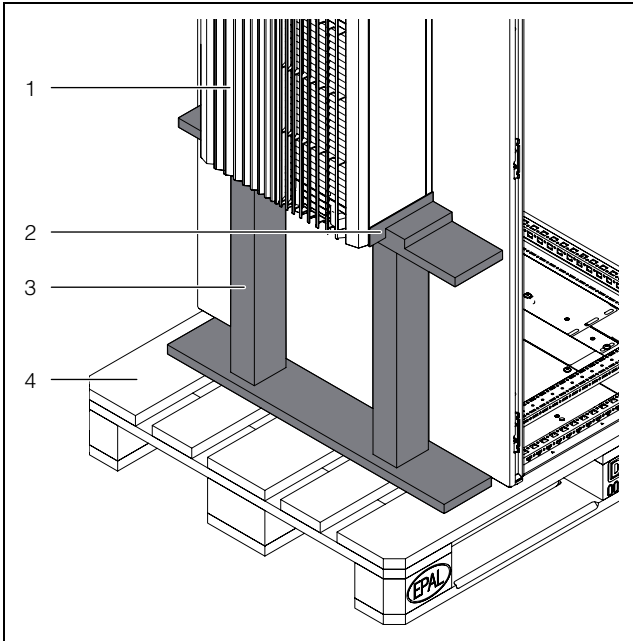
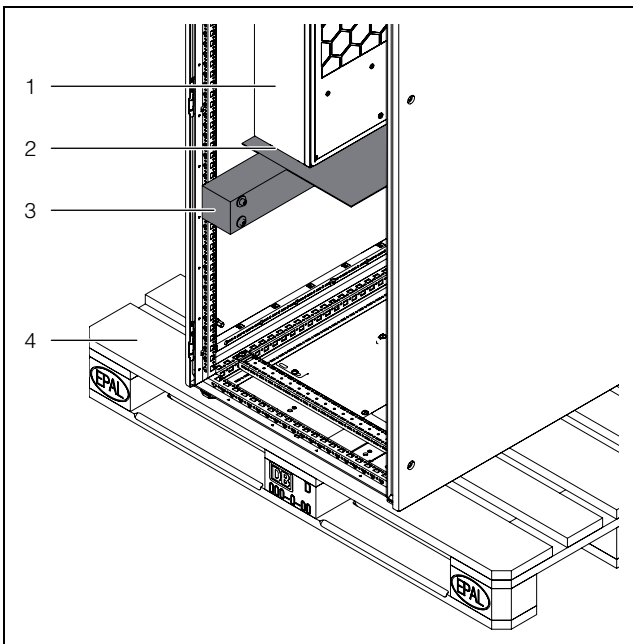

Abb. 5: Transportsicherungen Anbau
Abb. 6: Transportsicherungen Einbau
- Verwenden Sie beim Transport von bereits am Schaltschrank montierten Geräten Transportsicherungen (z. B. eine Konstruktion aus Kanthölzern oder Brettern – Abb. 5 und Abb. 6). Diese Sicherungen stützen das Kühlgerät ab und verhindern so ein Absacken des Geräts bei Stößen. Um Lackabrieb zu vermeiden sollte z. B. Polsterfolie zwischen die Kanthölzer und das Kühlgerät gelegt werden.